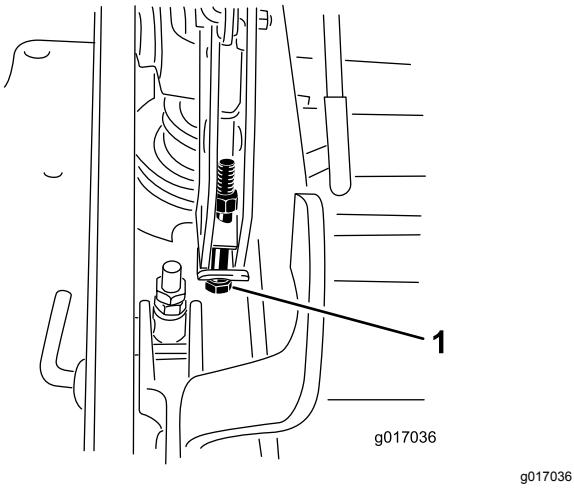

Figure 102
- Si le plateau est trop bas, serrez le boulon de réglage monopoint dans le sens horaire. Si le plateau est trop haut, desserrez le boulon de réglage monopoint dans le sens antihoraire (Figure 102).
- Serrez les 2 boulons au bas de la plaque de hauteur de coupe (Figure 102).